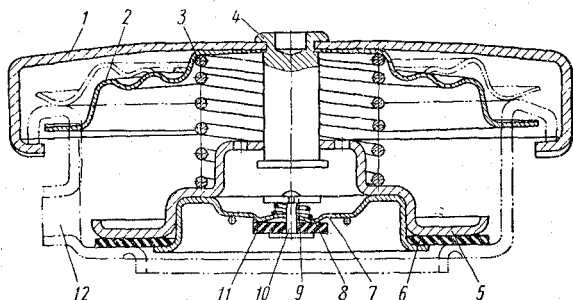

Рис. 34. Пробка радиатора:
**Радиатор** трубчато-ленточный (змейковый) с трубками овального сечения. Пробка наливной горловины радиатора (рис. 34) герметичная, с уплотнительными прокладками, имеет два клапана: выпускной (паровой) и впускной (воздушный).